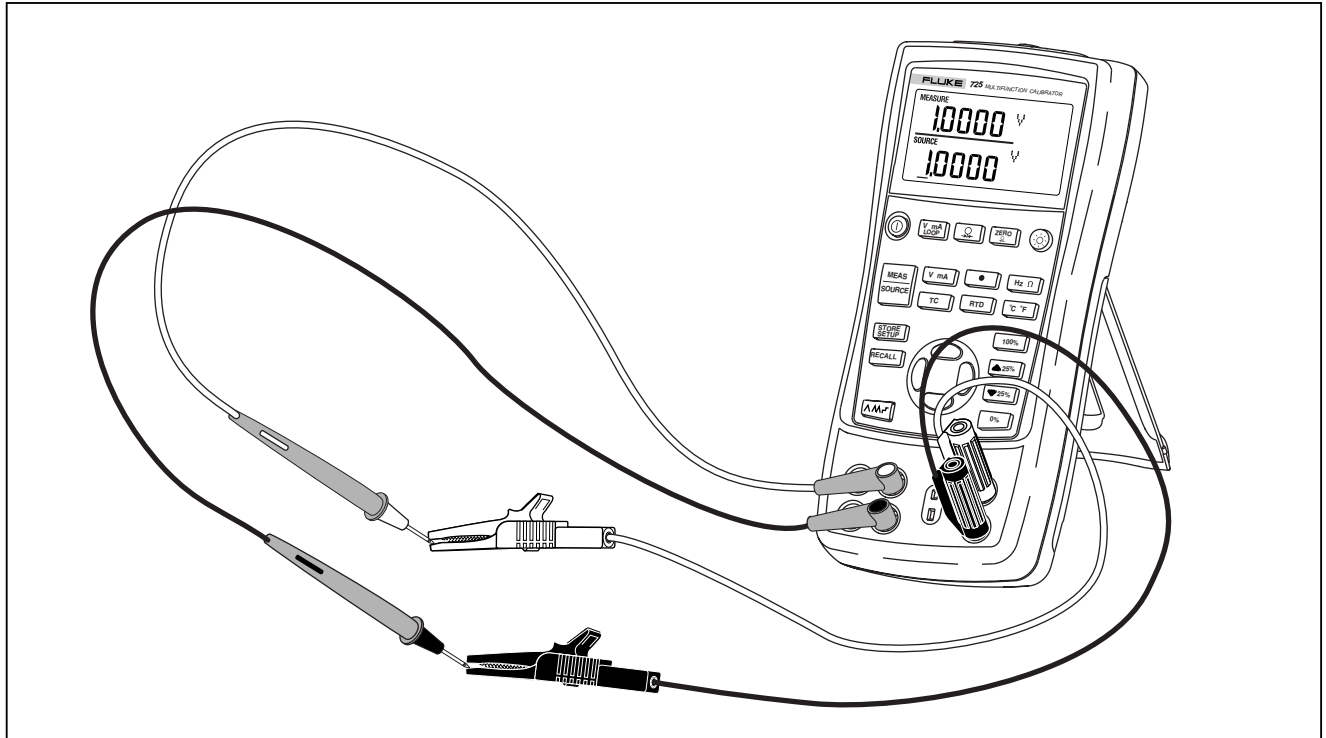

Figura 5. Teste de tensão-tensão
1. Conecte a saída de tensão do calibrador à entrada de tensão, conforme mostrado na Figura 5.